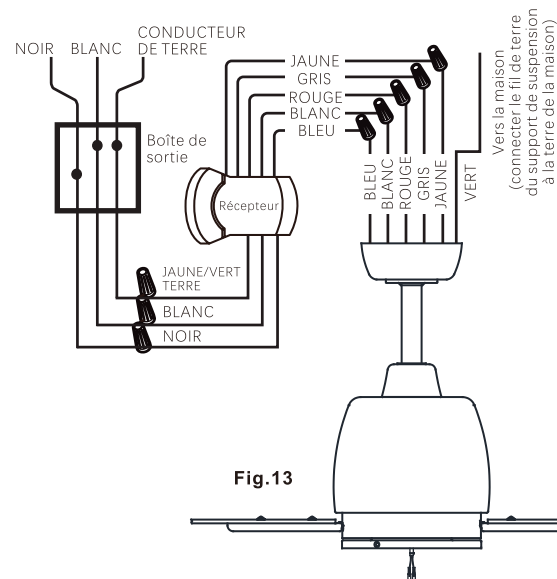

Fig.13
Effectuez chacune des connexions de fils illustrées dans la figure 13. Fixez chacun d'entre eux à l'aide des écrous fournis.
Étape 1. Veuillez connecter le fil bleu du ventilateur (moteur) au fil bleu du récepteur. Entrez le fil blanc du ventilateur (moteur) et le fil blanc du récepteur. Raccordez le fil rouge du ventilateur (moteur) au fil rouge du récepteur. Raccordez le fil gris du ventilateur (moteur) au fil gris du récepteur. Reliez le fil jaune du ventilateur (moteur) au fil jaune du récepteur. (Fig. 13)
Étape 1. La connexion du fil noir du récepteur (AC IN L) est reliée au fil noir (HOT) de la boîte de sortie du plafond (Fig 13).